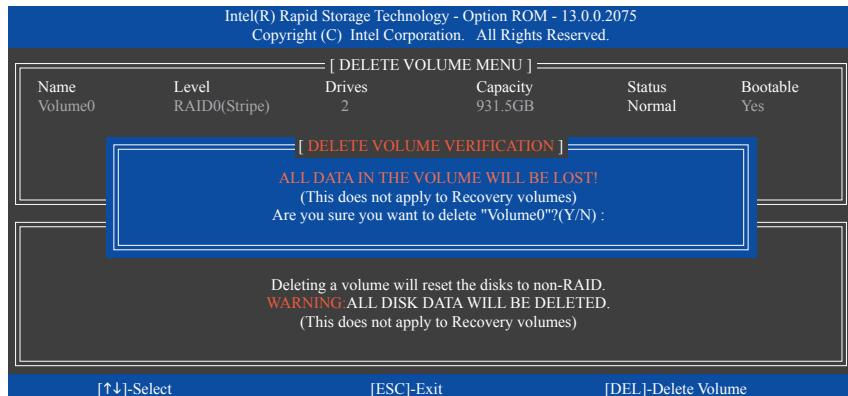

図 19
**DELETE VOLUME MENU** セクションで、上または下矢印キーを使用して削除するアレイを選択し、<Delete> を押します。選択を確認するように求められたら (図 19)、<Y> を押して確認するか <N> を押して中断します。